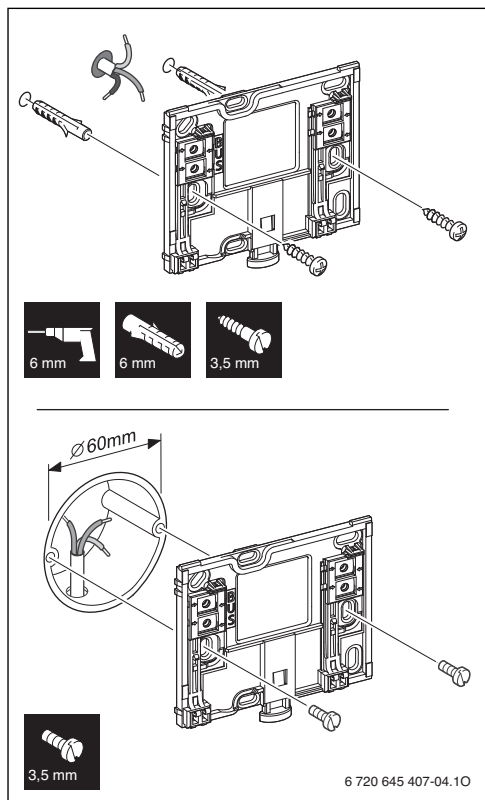

Fig. 7 Montage du socle
- ▶ Installer le support sur un mur. (→ fig. 7).